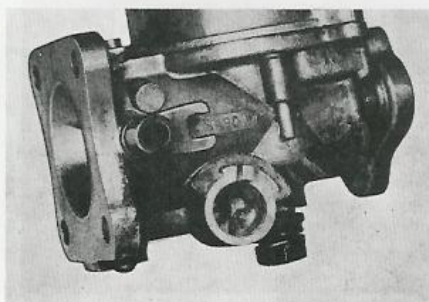
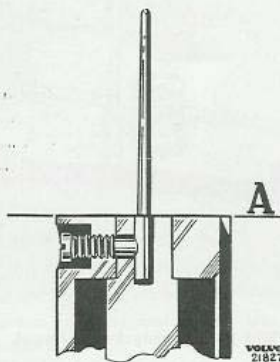

Bild 23. Medbringargaffelns läge.
Bild 24. Infästning av bränslenål.
7. Sätt på medbringargaffeln enligt bild 24 (spjället helt stängt, varvtalskruven utskruvad). Se till att ett spel av 1,5 mm erhålls mellan medbringargaffel och spjällhus. Borra med medbringaren i läge enligt bild 23 och ett 3,0 mm borr, ett hål för låsstiftet, (hållet borras i rätt vinkel mot förgasarens längdaxel när spjället är stängt) igenom spjällaxeln. Av-
1. Montera bränslenålen enligt bild 24. Endast den koniska delen av nålen skall ligga utanför kolven.